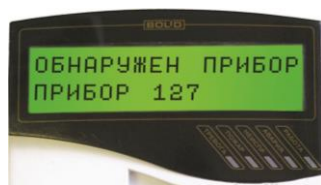

Рисунок 8
5.4.7 По окончании режима «Включение» прибор должен перейти в дежурный режим, пульт должен показать сообщение об обнаружении устройства с сетевым адресом, соответствующим текущему адресу «УО-4С исп.02» (заводской адрес прибора 127). На рис. 8 представлен индикатор пульта с соответствующим сообщением.